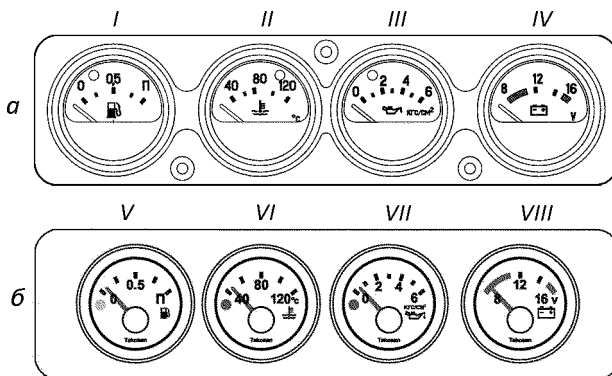

Рис. 3.3. Шиток приборов:
**7 -щиток приборов** (рис. 3.3).
Щиток приборов (рис. 3.3 а) ОАО "Автоприбор" г. Владимир:
Щиток приборов (рис. 3.3 б) ф. "Takosan" Турция: